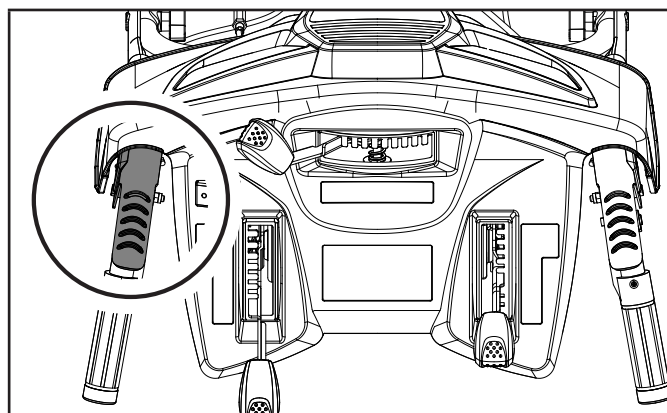

Figure 13
Poignée de commande de la conduite automatique. Située sur la poignée de gauche. (figure 13)
1. Situé sur le côté gauche (derrière la souffleuse). Lorsque la souffleuse à neige est embrayée, poussez ce levier dans la direction de la poignée pour engager les roues. Si le levier de commande autopropulsion est relâché, le déplacement de la machine cesse. (figure 13)